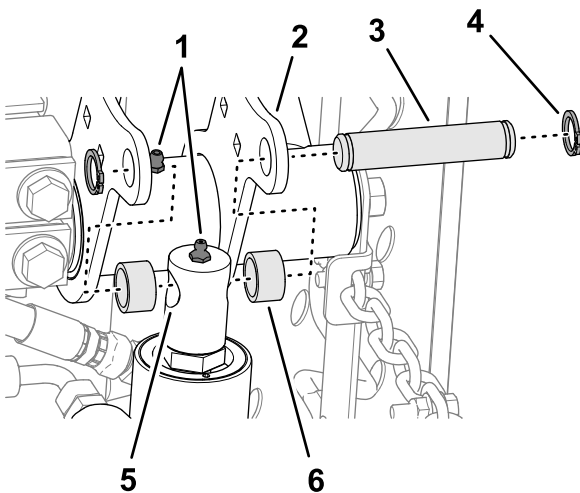

Figura 15
- Spostate lentamente l'asta del cilindro di sollevamento fino a quando non è allineata con i fori nelle flange del braccio di sollevamento destro (Figura 15).
- Applicate grasso n. 2 a base di litio ai raccordi d'ingrassaggio del braccio di sollevamento e del cilindro idraulico (Figura 15).
1. Allineate i fori nelle piastre del telaio portante posteriore con i fori nelle piastre di montaggio dell'apparato di taglio (Figura 15).